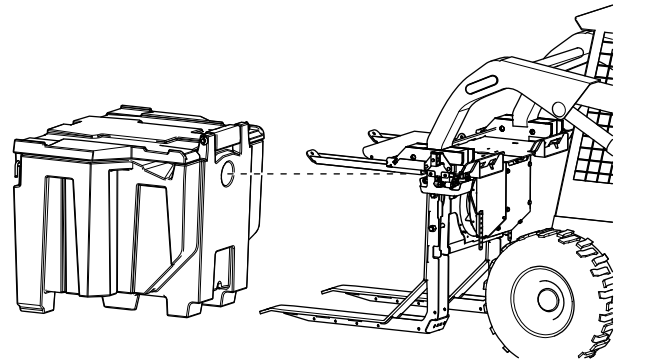

Figure 15
3. Démarrez la machine et inclinez le cadre d'épandage en avant jusqu'à ce que les fourches soient parallèles au sol (Figure 15).
4. Conduisez la machine en marche avant et insérez les fourches dans les passages sur le cube jusqu'à ce qu'il soit appuyé contre le cadre (Figure 15).